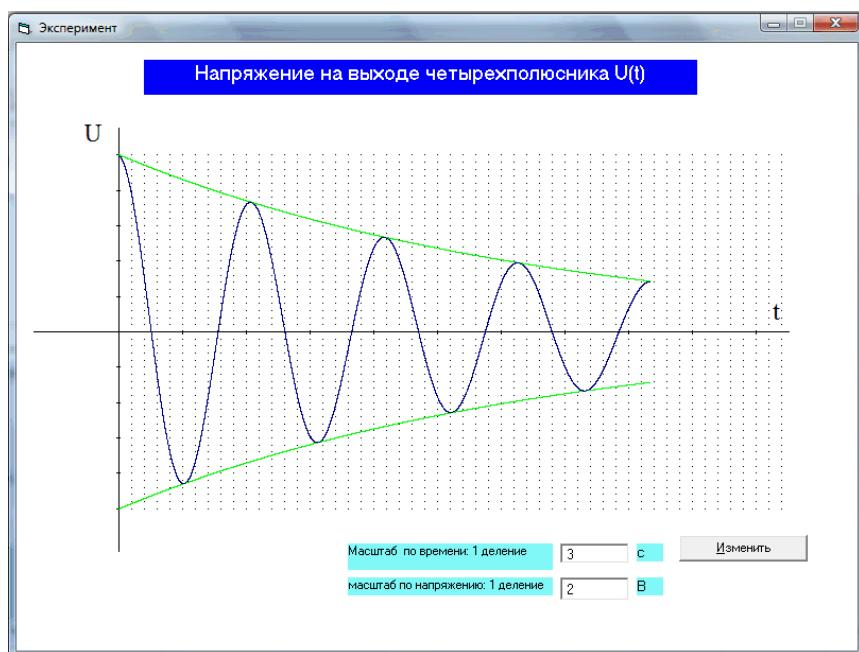

Рисунок 3 – Окно функциональной зависимости
2.4. Нажать на кнопку «OK» и получить переходную характеристику или зависимость напряжения на выходе четырехполюсника от времени. Пографикам определить установившееся значение напряжения и ее свободную составляющую рисунок 3.